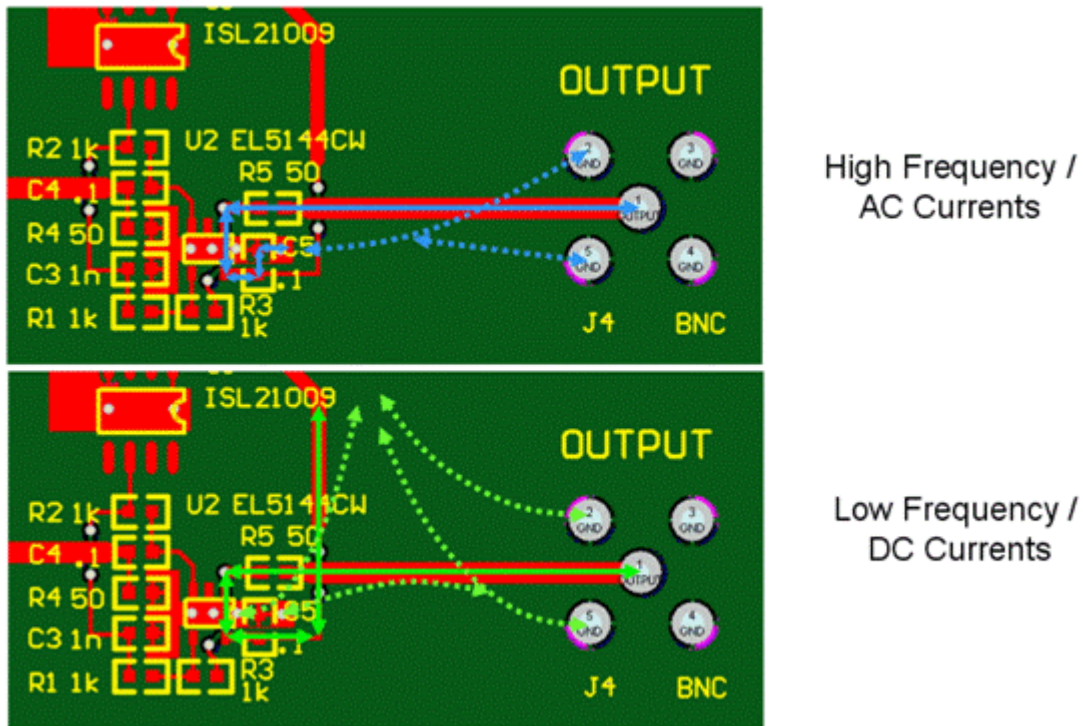

图 6a 和图 6b: 在运放中的交流以及直流路径。
**Dave:** 现在，请看以下放大器的输出电流(图 6a 和图 6b)。